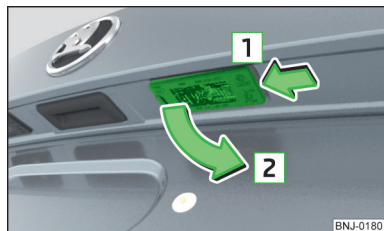

Fig. 216
- Apăsați lampa în sensul săgeții [1] » fig. 216, până când se va desprinde.